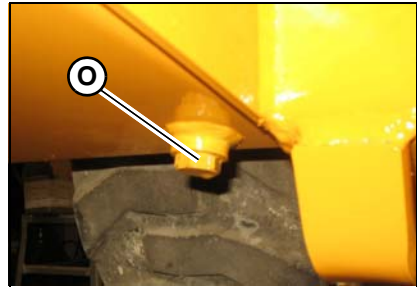

Figura 110 – Bujão de drenagem do óleo hidráulico
6. Retire o bujão de drenagem do depósito hidráulico (O, Figura 110) e deixe o óleo drenar completamente.
10. Volte a colocar e a apertar o bujão de drenagem (O, Figura 110).